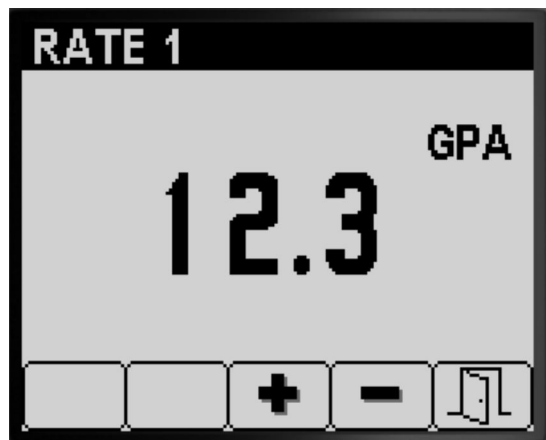

图 7
3. 按 3 号或 4 号按钮设可设置升高或降低打药机喷洒率图 7。